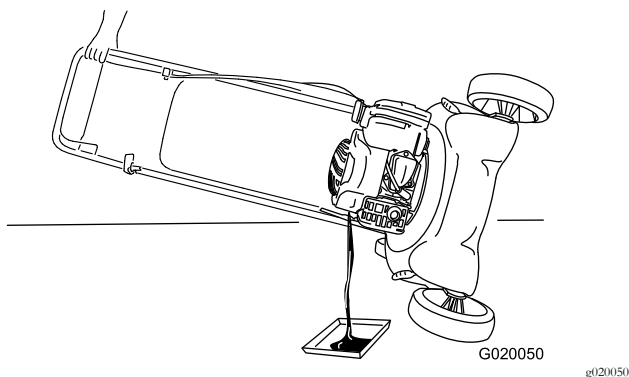

Figure 20
4. Inclinez la machine sur le côté (filtre à air en haut) pour vidanger l'huile usagée par le goulot de remplissage (Figure 20).